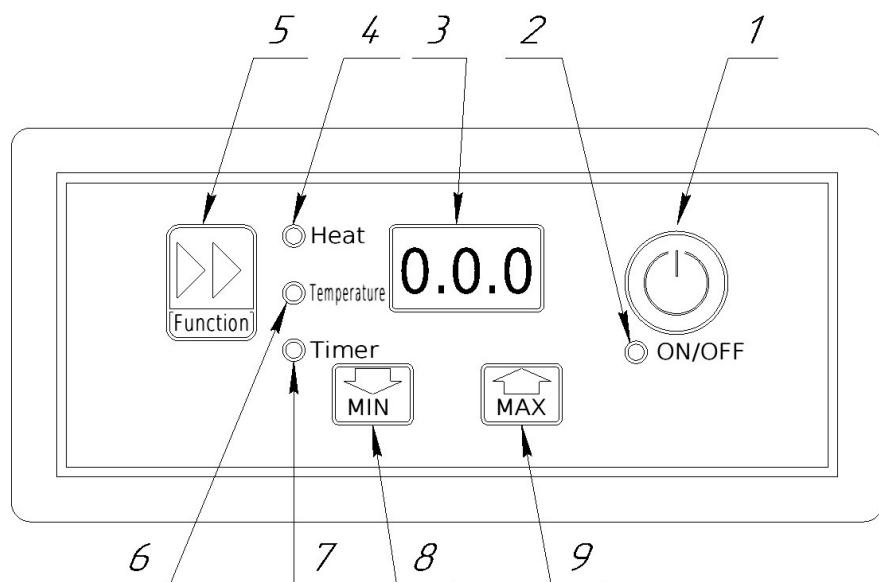

Рисунок 2 — Панель управления:
- нажать кнопку (поз. 1, рис. 2), загорится светоиндикатор (поз. 2, рис.2), табло (поз. 3, рис.2) и светоиндикатор (поз. 4, рис.2) уровня мощности конфорки; (каждое нажатие кнопок на панели управления сопровождается коротким сигналом, подтверждая выполнение команды программирования);
- при помощи кнопок (поз. 8, рис.2) (поз. 9, рис.2) необходимо выбрать требуемый уровень мощности конфорки (1,2,3,4,5).
- нажать кнопку (поз. 5, рис.2), произойдет переключение в режим выбора максимальной температуры нагрева, загорится световой индикатор (поз. 6, рис.2);
- при помощи кнопок (поз. 8, рис.2) (поз. 9, рис.2) необходимо выбрать требуемый уровень температуры нагрева (50° , 110° , 160° , 200° , 240°). В течении работы конфорка поддерживает заданную температуру;
- при необходимости задать время работы конфорки, требуется еще раз нажать кнопку (поз. 5, рис.2), загорится световой индикатор (поз. 7, рис.2).
- при помощи кнопок (поз. 8, рис.2) и (поз. 9, рис.2) необходимо задать время от 1 до 240 минут. (при установленном значении таймера «0» конфорка работает бессрочно). По истечении заданного времени конфорка автоматически выключится.
- чтобы выключить конфорку и перевести плиту в режим ожидания, необходимо нажать кнопку (поз. 1, рис.2).